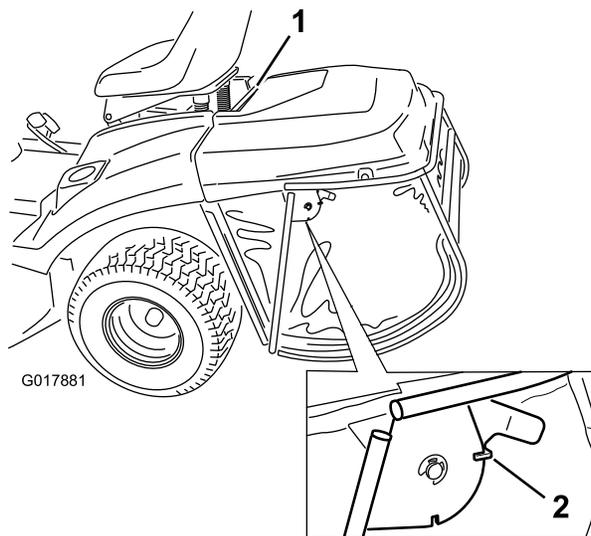

Figure 38
1. Enclenchez le verrou sur le bac à herbe (Figure 38).